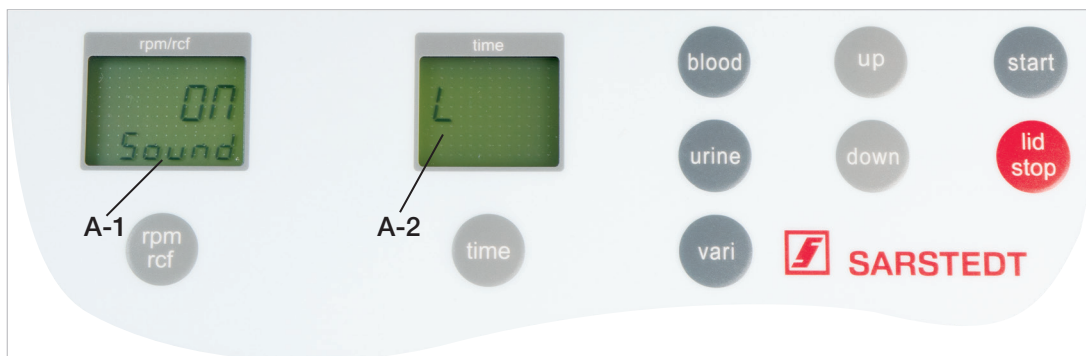

Figure 4
Ouvrez le menu « Réglages de base » tel qu'indiqué au point 1.8.1. Puis, activez la touche « time » (3). La rubrique sélectionnée clignote dans le champ d'affichage « time » (A-2). Sélectionnez maintenant la lettre « L » à l'aide des touches « up » (7) et « down » (7). Puis, la notification « on sound » s'affiche dans le champ d'affichage « rpm/rcf » (A-1). L'activation de la touche « rpm/rcf » (2) permet alors de faire clignoter la notification « on » et il est ensuite possible de désactiver le son à l'aide des touches « up » (7) et « down » (7) (voir Figure 4).